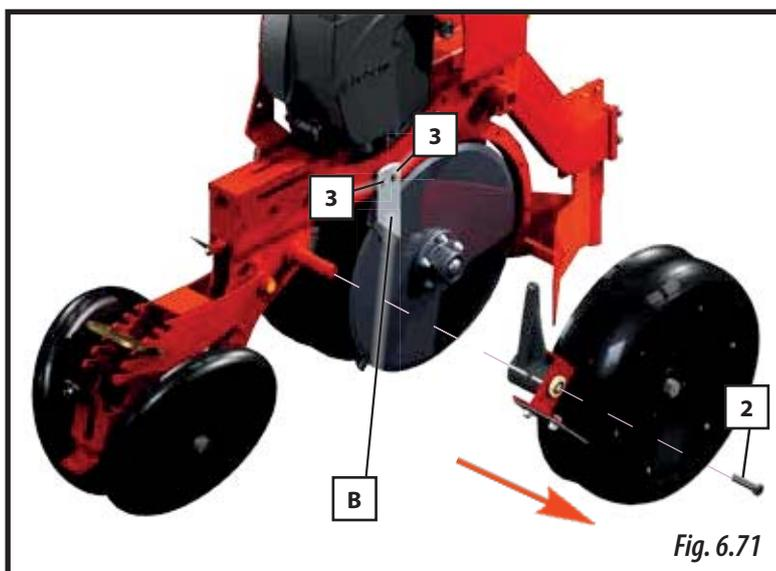

Fig. 6.71
- Discos de siembra (B, Fig. 6.71).
- 1- Desmontar la rueda de control de profundidad mediante el tornillo (2, Fig. 6.71).
- 2- Aflojar los tornillos (3, Fig. 6.71).